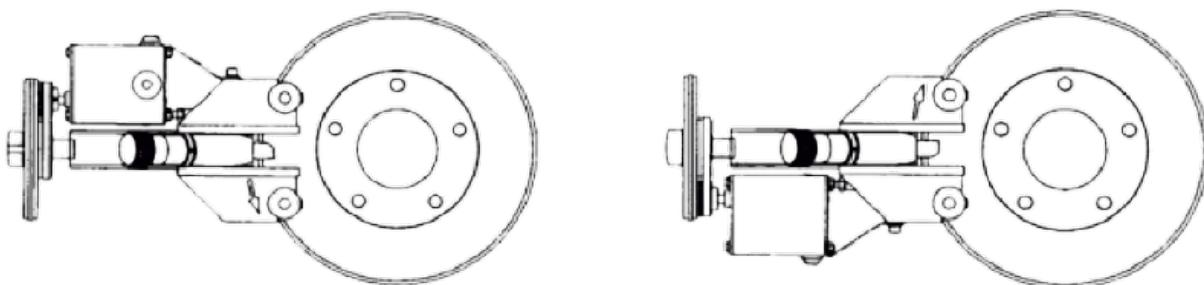

Рисунок 22
7.5.2 При необходимости переверните блок проточки на 180° в вертикальной плоскости (рис. 22).
- При необходимости разверните блок проточки CL-801 на 180 градусов таким образом, что приводной блок окажется снизу (рис. 22)